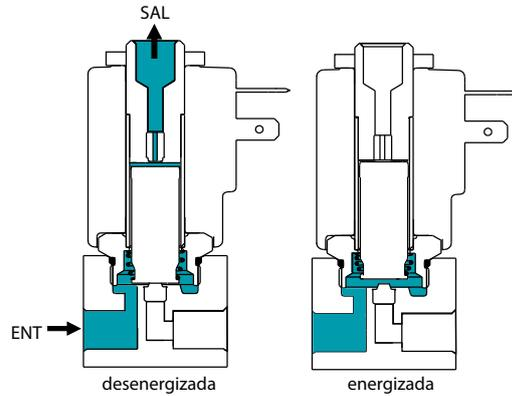

Fig. 2
- Normalmente abierta (NA) Fig. 2 - la válvula abre el flujo que atraviesa la válvula cuando la bobina está desenergizada.